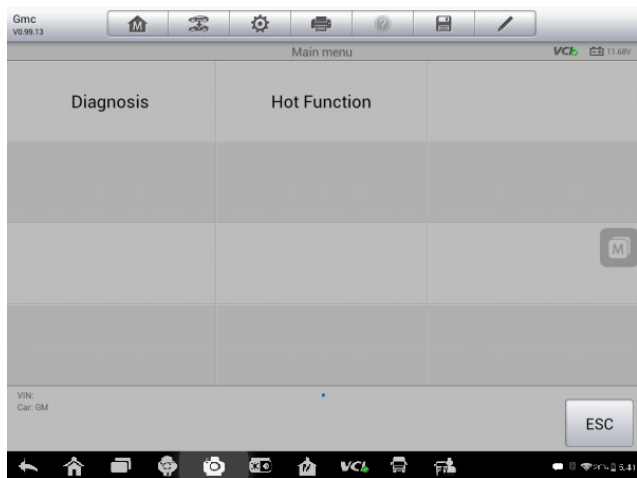

Figura 4-3 Ejemplo de Pantalla de Menú Diagnósticos de Vehículo
5. Toque **Hecho**. El vehículo será identificado en unos pocos segundos, y una vez que el emparejamiento sea exitoso, el sistema lo guiará a la pantalla de Diagnósticos CV directamente. (*Figura 4-3*)
La pantalla de **Diagnóstico CV** (*Figura 4-3*) tiene tres opciones principales: